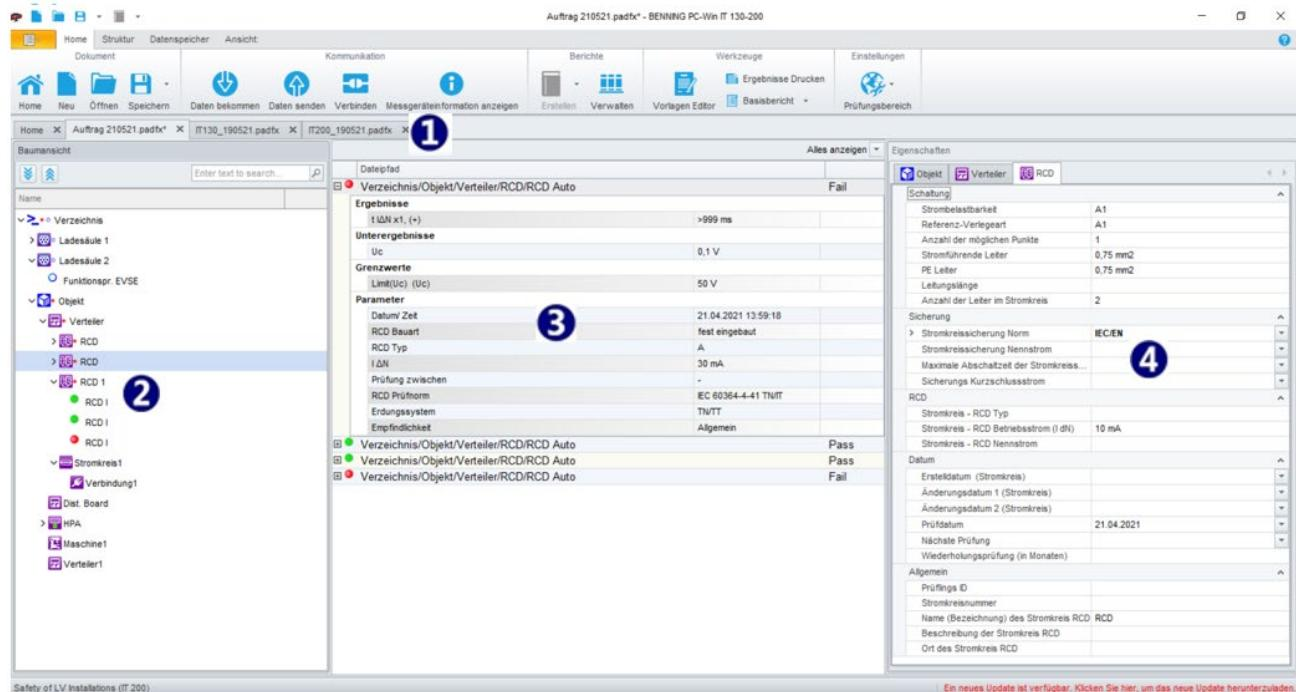

Abbildung 5.11: Benutzerarbeitsbereich
Der Benutzerarbeitsbereich ist in der **Abbildung 5.11** dargestellt. Es können mehrere Objektstrukturdokumente gleichzeitig geöffnet werden, unabhängig von der Einstellung des Prüfungsbereichs (IT 130 oder IT 200). Die geöffneten Dateinamen werden in der Registerleiste (1) eingeblendet, dass derzeit aktive Register der Objektstrukturdokumente ist farblich hervorgehoben.